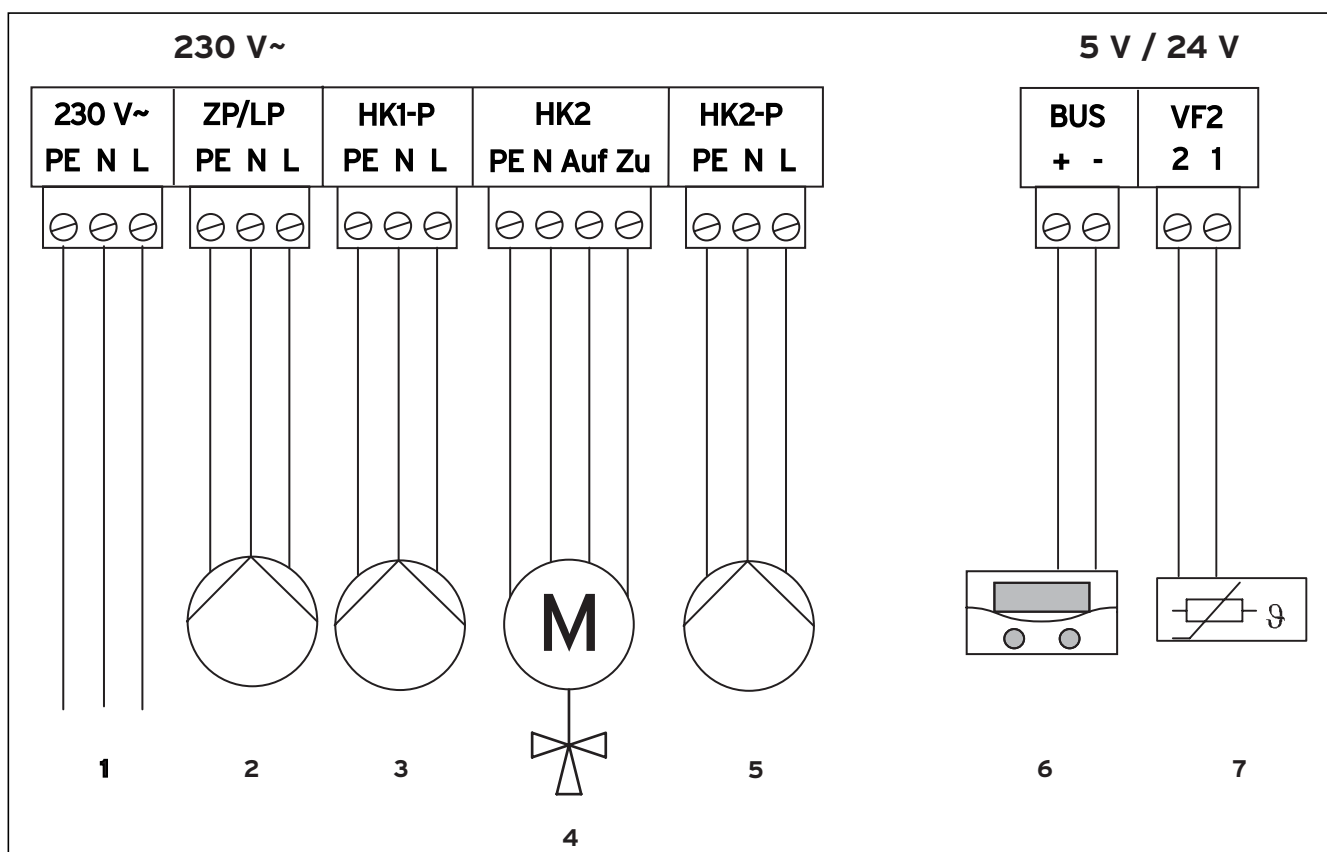

Рис. 6.2 Распределение клемм смесительного модуля VR 61
- ⇒ Выполните соединительную электропроводку смесительного модуля VR 61 согласно рис. 6.2.